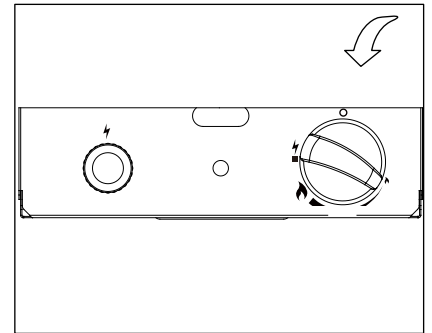

Figure 4
8. Pousser et tourner le bouton de contrôle à la position "HAUT" (flame) et relâcher le bouton de contrôle. Si vous voulez une température plus basse, pousser sur le bouton de contrôle et tourner en sens inverse de l'horloge à la position "BAS" (flame) (figure 4).